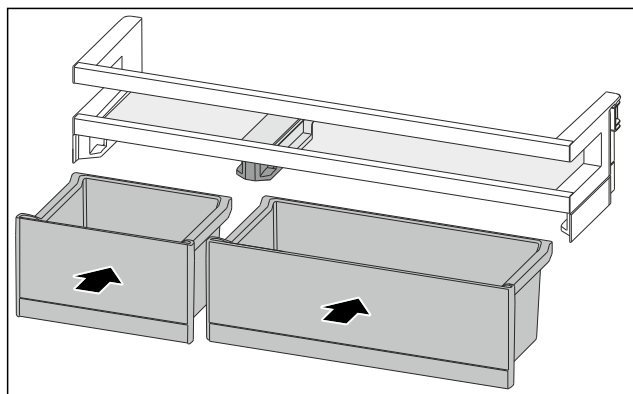

Fig. 86
- ▶ Vstavite bokse VarioBox v obratnem vrstnem redu. (glejte Fig. 86)